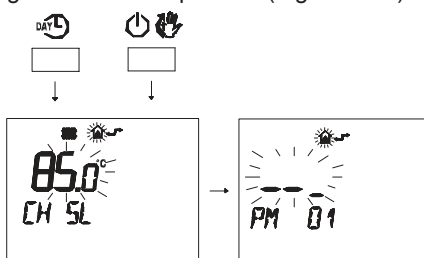

Figura 5.55
- Pulse simultáneamente los botones  y  para entrar en la modalidad de programación transparente (Figura 5.55).